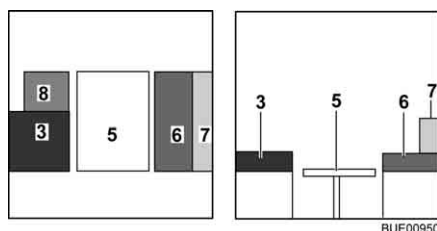

Fig. 100 Pendant la transformation
- Appuyer sur le bouton-pression sur la banquette et tirer vers l'avant la rallonge de siège (Fig. 100,8).